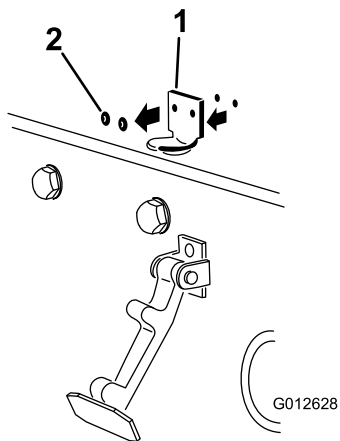

Bild 15
2. Entfernen Sie die zwei Nieten, mit denen die Halterung des Motorhaubenriegels an der Motorhaube befestigt ist (Bild 15), und nehmen Sie die Halterung des Motorhaubenriegels von der Motorhaube ab.